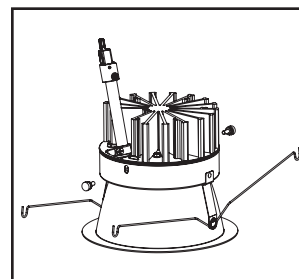

Figura 31.
3. Usando los tornillos de ajuste manual incluidos, asegure con firmeza el reflector al módulo de la luminaria LED. Para el reflector LED Portfolio de 6" de ancho (6LW), reemplace los tornillos de ajuste manual con los tornillos y las arandelas de sujeción incluidos en la bolsa de tornillos de repuesto (Figura 31).